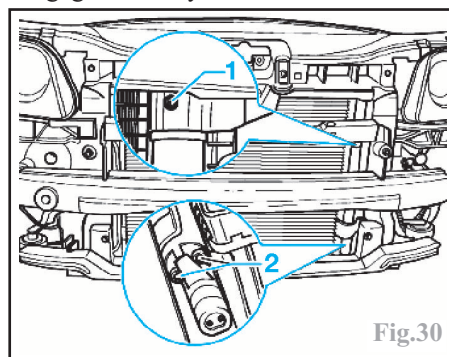

Fig.30
-la vis de fixation supérieure (1) du déshydrateur et dégager l'agrafe de retenue (Fig.30).
-la ou les vis de fixation inférieure (2) et dégager le déshydrateur.